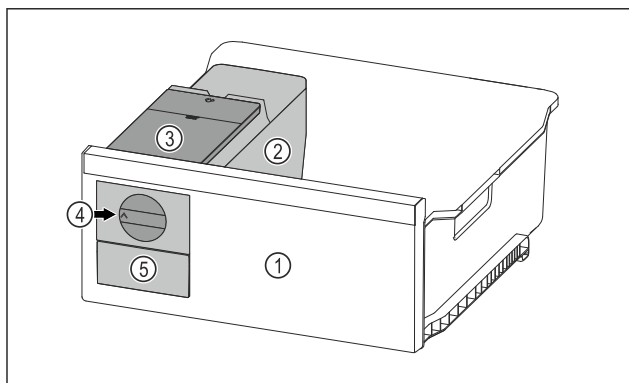

Fig. 113 Beispielhafte Darstellung
▶ Drehknopf *Fig. 113 (4)* im Uhrzeigersinn bis zum Anschlag drehen.
▷ Eiswürfel fallen aus der Eiswürfelschale in das Eiswürfelschubfach *Fig. 113 (5)*.